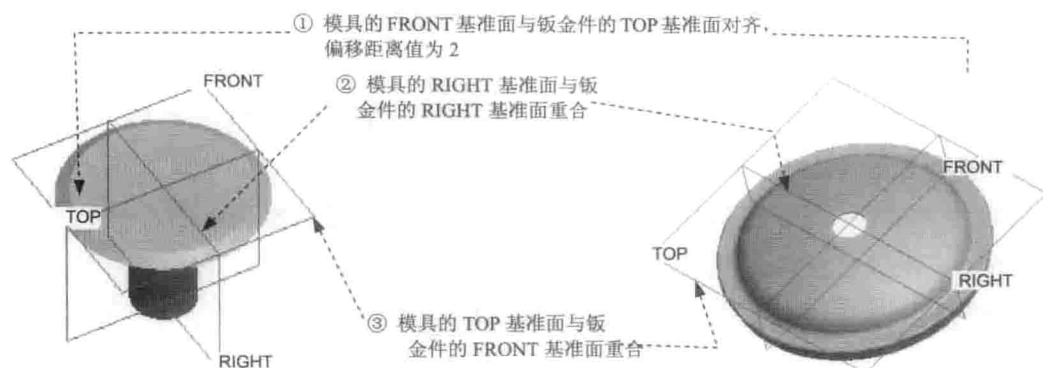

图 1.22 定义成形模具的放置
(1) 选择命令。单击 **模型** 功能选项卡 **工程** 区域下的 **凸模** 按钮。
(2) 选择模具文件。在系统弹出的“凸模”操控板中单击  按钮，系统弹出“打开”对话框，选择 D:\creo3.10\work\ch01 目录下的 sm_punch1.prt 作为成形模具，并将其打开。
(3) 定义成形模具的放置。
① 定义匹配约束。单击操控板中的 **放置** 选项卡，在系统弹出的界面中的 **约束类型** 下拉列表中选择约束类型为 **距离**，然后分别选取图 1.22 所示的约束面（模具的 FRONT 基准面与钣金件的 TOP 基准面约束），并在 **偏移** 文本框中输入偏移距离值 2.0。
② 定义重合约束。在 **放置** 选项卡中单击 **新建约束**，在 **约束类型** 下拉列表中选择约束类型为 **重合**，然后分别选取图 1.22 所示的重合面（模具的 RIGHT 基准面与钣金件的 RIGHT 基准面重合）。
③ 定义重合约束。在 **放置** 选项卡中单击 **新建约束**，在 **约束类型** 下拉列表中选择约束类型为 **重合**，然后分别选取图 1.22 所示的重合面（模具的 TOP 基准面与钣金件的 FRONT 基准面重合）；此时在 **放置** 选项卡中显示为 **完全约束**。